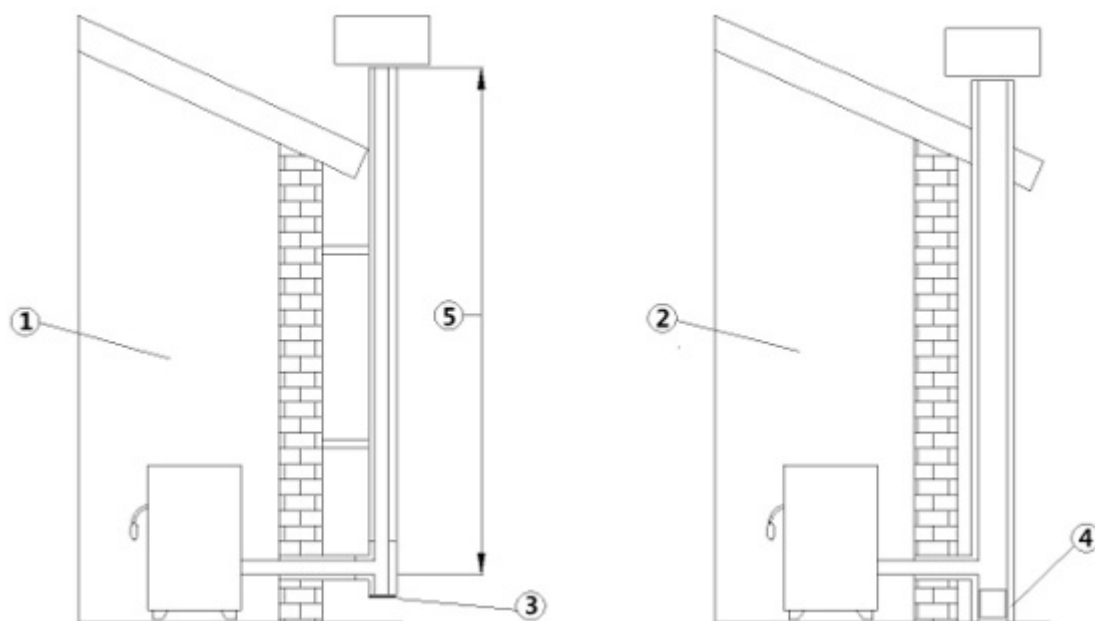

Fig. 2 - Kanały dymowe
OPIS	Fig. 2
- Kanał dymowy powinien być pojedynczy (patrz **Fig. 2**) wykonany z izolowanych przewodów rurowych inox (1) lub na